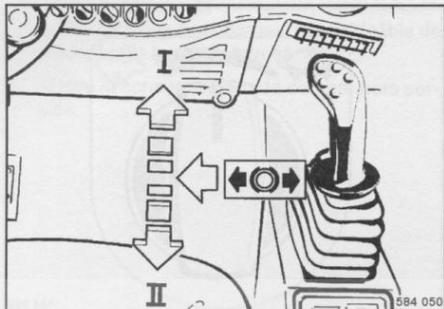

fig. 48
- Décranter le levier de commande de la marche (fig. 48) de la position de freinage vers la gauche puis le déplacer dans le sens de marche désiré.